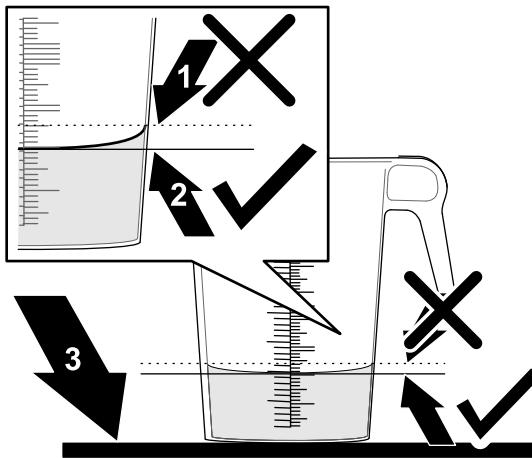

図 50
- 目盛付き容器を水平な場所において回収された水量を調べる図 50